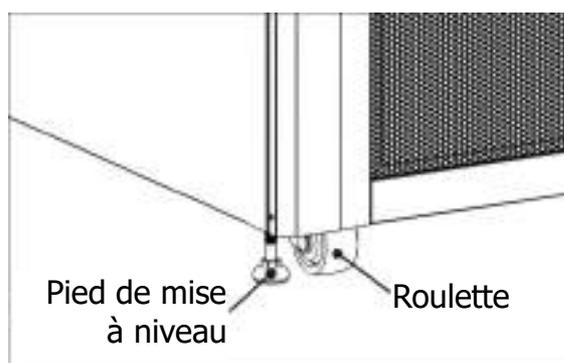

Figure 2-6
5. Les quatre roulettes situées au bas de l'onduleur vous permettent de déplacer l'onduleur vers l'emplacement désigné. Avant de déplacer l'onduleur, veuillez tourner les quatre pieds de mise à niveau dans le sens antihoraire pour les soulever du sol. Vous protégerez ainsi les pieds de mise à niveau de tout dommage lors du déplacement de l'onduleur. Reportez-vous la figure 2-6.